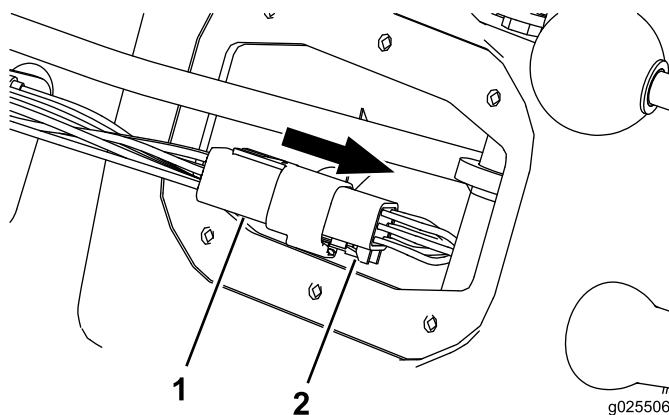

Figura 12
1. Desligue o conector do indicador de mudança da cablagem do veículo (Figura 12).